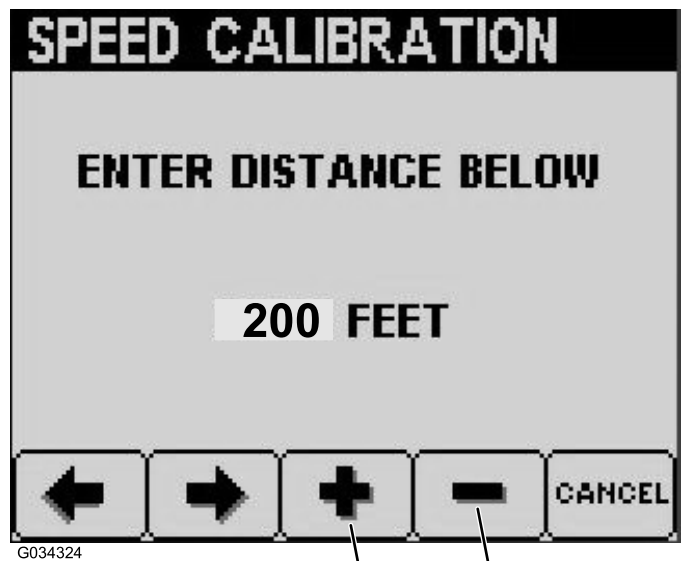

Figura 22
7. Pulse el botón 3 para aumentar la distancia deseada o el botón 4 para reducir la distancia (Figura 22).